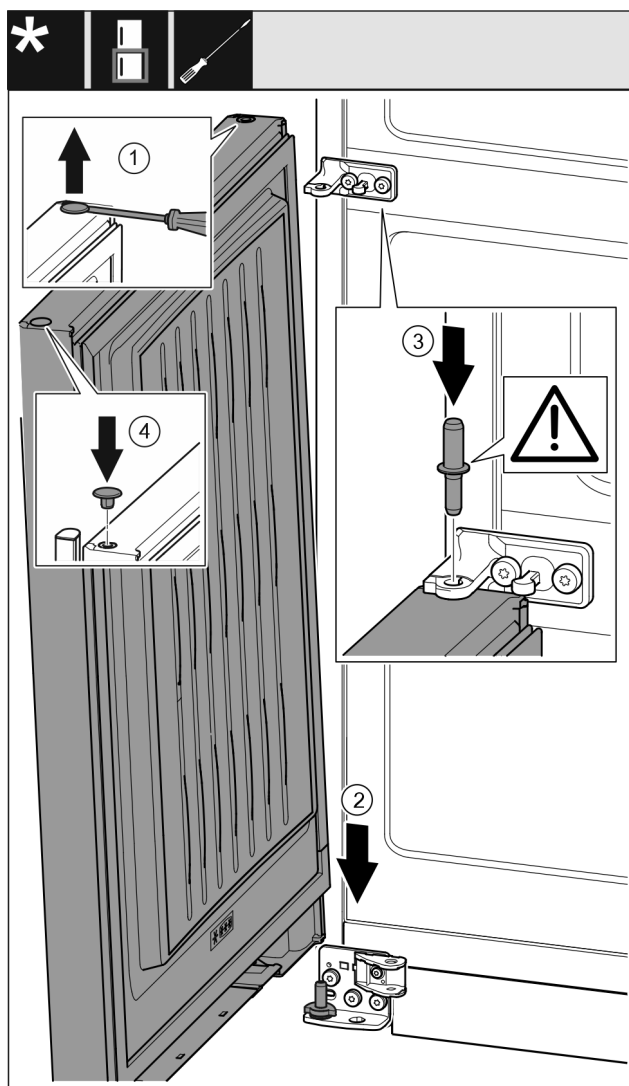

Fig. 42
- Zátku Fig. 42 (1) opatrně nadzvedněte plochým šroubovákem a vytáhněte.
- Dveře Fig. 42 (2) nasad'te shora na dolní ložiskový čep.
- Prostřední ložiskový čep Fig. 42 (3) vložte do dolních dveří přes prostřední stojan ložiska. Přitom dávejte pozor, aby zajišťovací vačka směřovala dozadu.
- Zátku Fig. 42 (4) opět vložte na druhé straně dveří.